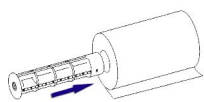

图 2.5.1
- 1) 向外轻拉碳带发放轴处的手动拉轴套，取下碳带发放轴，按图示方向穿入碳带芯轴中（见图 2.5.1）；